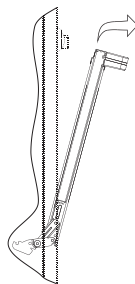

рис. 16
3. Взять дверцу за боковые стороны и потянуть на себя и вверх, чтобы освободить нижние оси шарниров (Рис. 16);